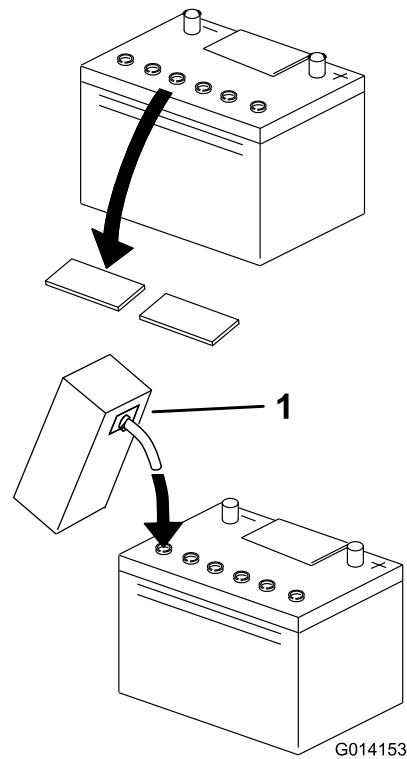

Bild 4
4. Reinigen Sie die Oberseite der Batterie und nehmen Sie die Entlüftungsdeckel ab (Bild 4).
5. Füllen Sie jede Zelle mit Batteriesäure auf den richtigen Stand auf (Bild 4).
- Füllen Sie ggf. jede Zelle mit Batteriesäure auf den richtigen Stand auf (Bild 4).